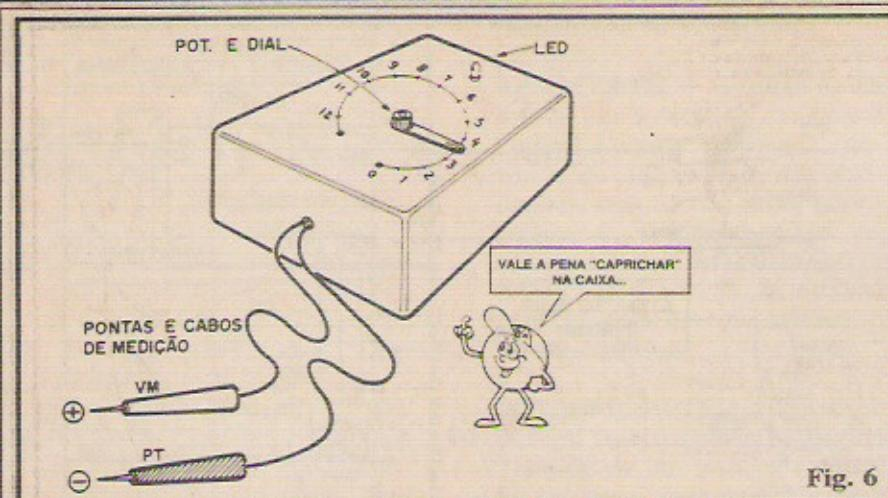

Fig. 6
- FIG. 6 - A MP-20 é um autêntico Instrumento de Bancada e assim sua aparência deve ser elegante, prática, "leiautada" de modo a facilitar a utilização e a visualização dos dados, controles, indicadores, etc. Insistimos que a "boniteza" também é um dote positivo em qualquer equipamento eletrônico... Não é só bumbum de miss que deve ser bonito... A figura dá uma das idéias finais para acabamento e implementação visual externa da MP-20, com os cabos de medição saíndo de uma das laterais menores da caixa, o LED indicador fixado numa das extremidades do painel frontal, e (aí está todo o "segredo" da "coisa"...) o potenciômetro bem centrado, de modo que seu knob, acoplado a um ponteiro indicador (cuja confecção detalharemos a seguir...) possa, ao ser girado, abranger confortavelmente uma escala semi-circular na qual serão demarcados os valores de Tensão...